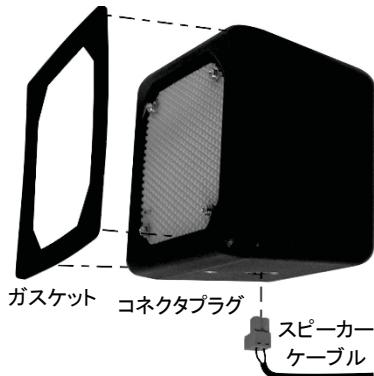

図 17 ガスケットとケーブルコネクタ付き SP10
- 図 17 に示されるように、スポンジのマイクエンクロージャから小さなスポンジ部分を取り外して、2つのスポンジに分けます。
- 図 17 に示されるように DM5 マイクのケーブルを、スポンジエンクロージャの穴から通し、マイクを穴に設置します。
- 図 17 に示されるようにマイク後方の隙間に埋めるように、取り除いたスポンジをスポンジエンクロージャの穴の後ろに入れ直します。